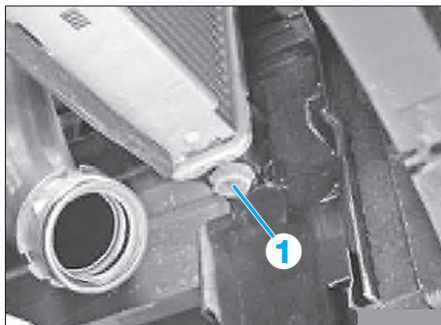

Fig. 40
- la vis de vidange (1) au bas du radiateur (Fig.40).